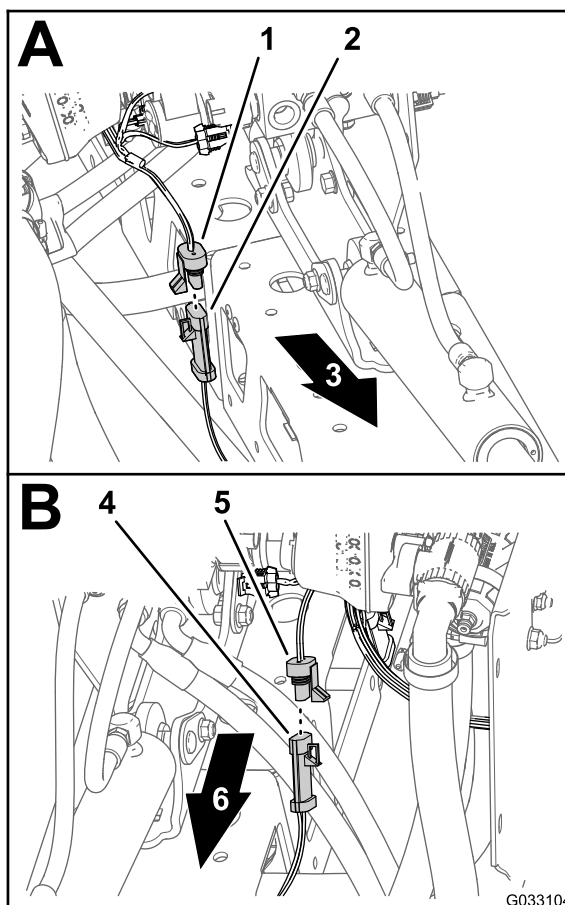

Figura 18
- Desconecte el conector hembra de 3 vías del arnés de cables del brazo sónico del conector de 3 pines del cable para el sensor ultrasónico derecho (Figura 18).
- Desconecte el conector hembra de 3 vías del arnés de cables del brazo sónico del conector de 3 pines del cable para el sensor ultrasónico izquierdo (Figura 18).